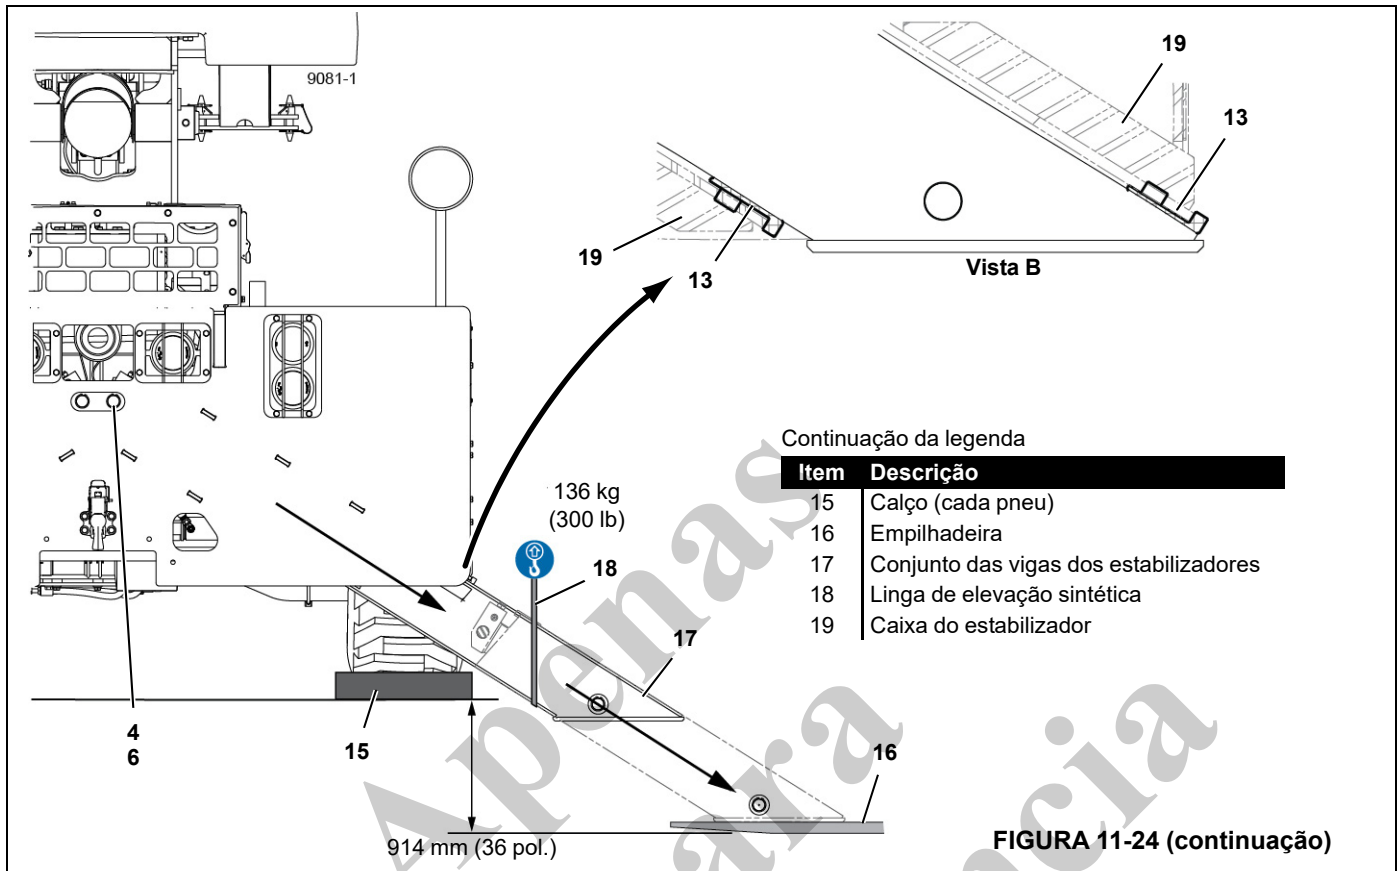

FIGURA 11-24 (continuação)
Consulte a Figura 11-24 para os procedimentos a seguir.
1. Remova o anel de trava (6, Figura 11-24) de qualquer dos lados do pino inferior (3). Force o pino inferior para fora usando um saca-pino de latão.
2. Puxe o cilindro do estabilizador (1) para fora da viga do estabilizador (2). O cilindro pesa aproximadamente 45 kg (100 lb).
2. Instale o cilindro do estabilizador (1, Figura 11-24) na viga do estabilizador (2).
3. Certifique-se de que o cilindro esteja orientado como mostrado na Figura 11-24.
4. Alinhe os furos de montagem e instale o pino inferior (3) com os anéis de trava (6).
1. Usando um engate estrangulador, fixe uma linga de elevação sintética (18) ao conjunto da viga do estabilizador (17, Figura 11-24) e ao gancho do guindaste auxiliar.
2. Eleve o conjunto da viga do estabilizador para a posição na extremidade da caixa do estabilizador (19).
3. Monte uma placa de desgaste (13) na placa superior externa da viga do estabilizador. Use graxa multiuso para manter a placa de desgaste na posição.
4. Monte duas placas de desgaste (13, Vista B) na caixa do estabilizador (19). Use graxa multiuso para manter as placas de desgaste na posição.
6. Usando o guindaste auxiliar e uma empilhadeira (16), guie o conjunto da viga do estabilizador (17) para a caixa do estabilizador (19).
7. Tome cuidado para não desalojar as placas de desgaste (13).
8. Quando o conjunto da viga do estabilizador estiver engatado com a caixa do estabilizador, desconecte a linga de elevação (18).
10. Alinhe os furos do pino e instale o pino superior (4) com os anéis de trava (6). Um assistente deverá instalar o anel de trava interno por baixo do transportador.